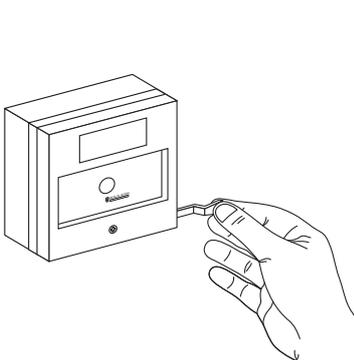

fig. 7
■ sollicitez un déclencheur manuel avec la clé d'essai (figure 7)
■ retirez la clé d'essai (figure 7)